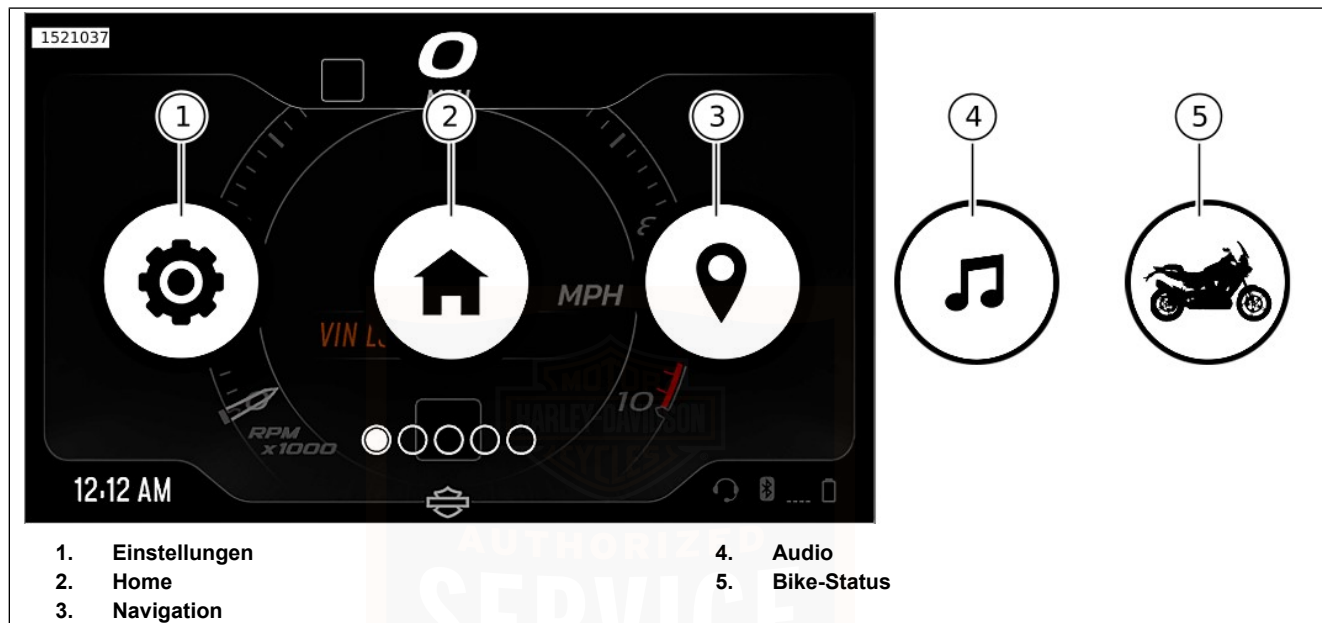

Abbildung 43. Menü-Auswahloptionen
Siehe Abbildung 43. Um auf die Menüauswahl auf IM zuzugreifen, drücken Sie die Menütaste (3) auf Linkes Handbedienmodul (LHCM) .
2. Siehe Abbildung 43. **Auswahl:** Menü „Einstellungen“ (1).
Siehe Abbildung 43. Zum Zugriff auf Audiofunktionen **Auswahl:** Audiokarte (4).
1. Siehe Abbildung 43. **Auswahl:** Menü „Einstellungen“ (1).